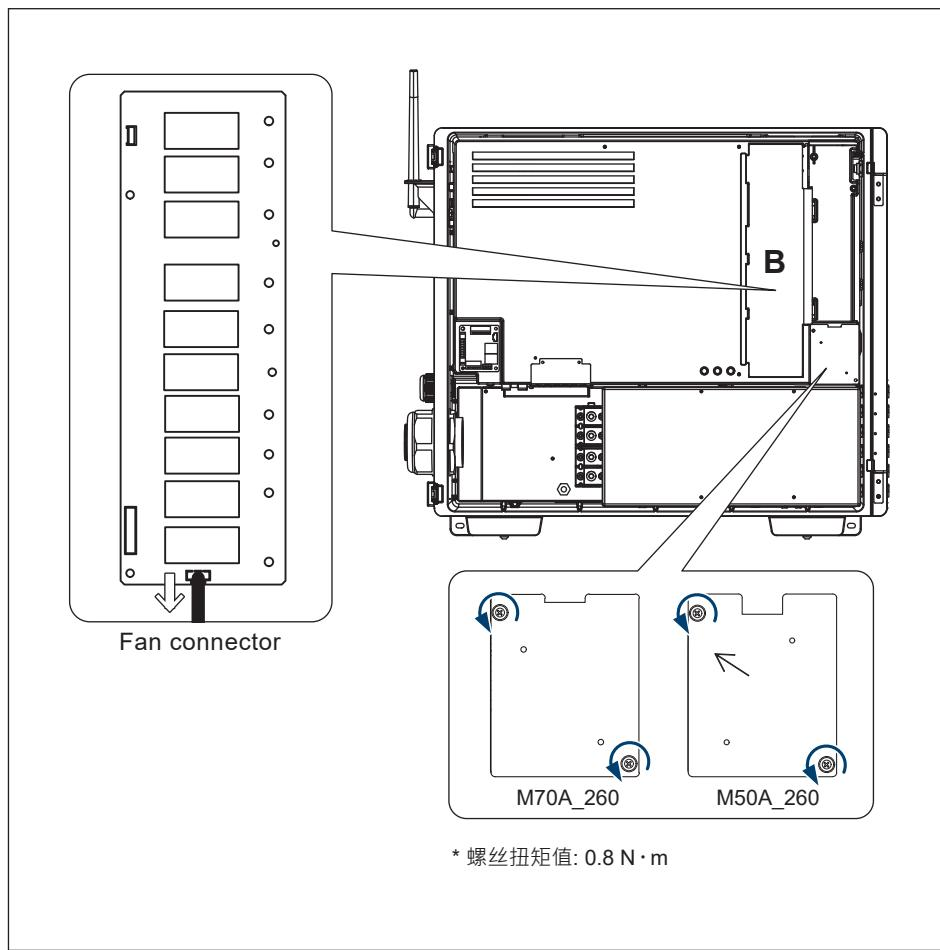
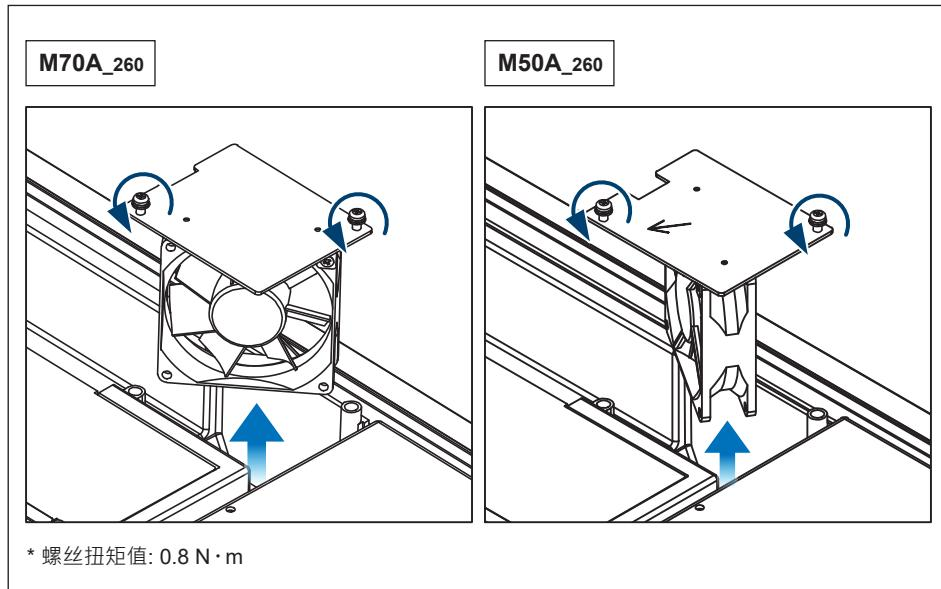

图 5-11：内部风扇1 位置与拆装示意图
图 5-12 : 取下内部风扇1示意图
- (1) 拆下B盖。
- (2) 松开图5-11中所示的两颗防脱落螺丝，然后拆下风扇架。
- (3) 取下DC SPD板上的电源连接排线。
- (4) 取下风扇组件。(如图5-12所示)